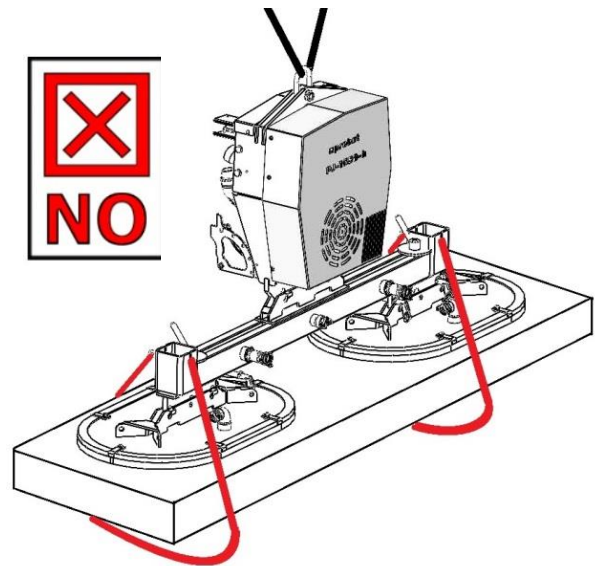

Fig. 2
- Las cadenas de sujeción de la carga no deben colgar NUNCA sueltas debajo de la carga, ya que de lo contrario la carga puede caerse en caso de fallo/pérdida de vacío (por ejemplo, debido a un corte de corriente) (Fig. 2). ¡¡Peligro de muerte!!